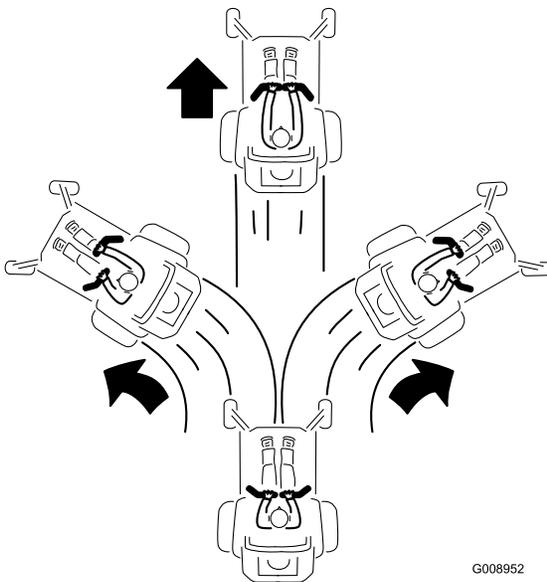

Figura 27
2. Pentru a vă deplasa în față, împingei uor manetele de control al micării în față (Figura 27).